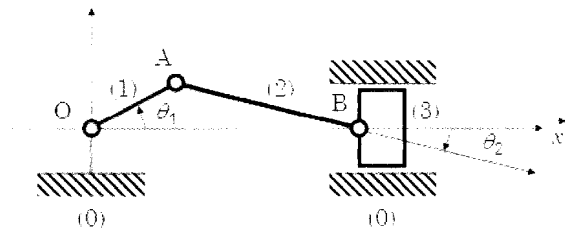

FIG. 4: Schéma de compresseur classique.
La figure 4 présente certains éléments de la modélisation du système de compression : la rotation autour de O du volant manivelle (1) par rapport au bâti (0) est paramétrée par l'angle  $\theta_1$ , celle autour de B de la bielle (2) est paramétrée par l'angle  $\theta_2$  que fait cette dernière avec l'axe  $\vec{x}_0$ . En B se trouve une articulation entre la bielle et le piston (3) dont la translation rectiligne est paramétrée par la distance OB, notée  $x_3$ . On pose  $OA = e$ , (*c'est l'excentrique*) et  $AB = \ell$ .